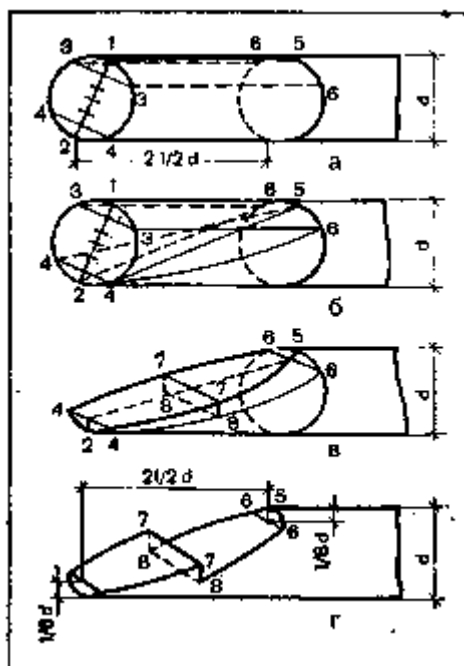

Рис. 44. Сращивание бревен косым замком:
**Сращивание бревен косым замком.** Сначала вычерчивают косой замок. Для этого опиливают концы сращиваемых бревен и находят центры торцов, проводят диаметр, делят его точно на шесть равных частей, помечая цифрами. Через первое и пятое деления проводят на торце линии 3 — 3 и 4 — 4 (рис. 44), перпендикулярные диаметру. От торца на расстоянии, равном  $2 \frac{1}{2}$  диаметра, по окружности бревна прочерчивают линию, параллельную торцу, а от конца диаметра 1 и линии 3 — 3 — прямые линии, параллельные оси бревна (одну 1 — 5 и две 3 — 6). На боковой поверхности бревна обозначают прямые линии 4 — 5 — 4 и 6 — 2 — 6. Размеченный конец отесывают, образуя плоскость по линии 4 — 5 — 4, на отесанной плоскости обозначают линию, соединяющую середину линии 4 — 4 с точкой 5, делят ее пополам и проводят линию 7 — 7,